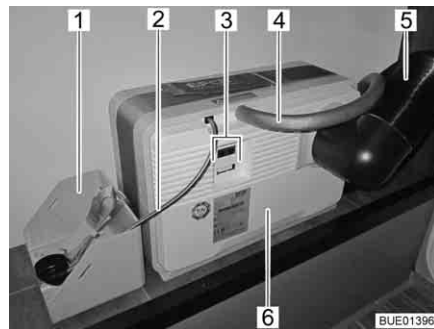
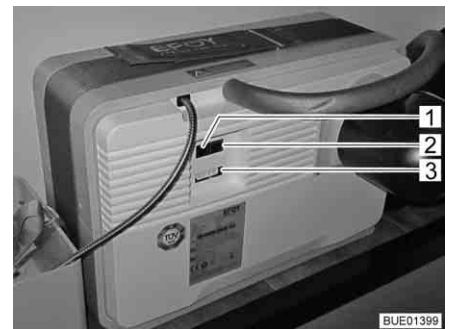

Fig. 160 Pila de combustión con cartucho de metanol
Fig. 161 Campo de conexiones de la pila de combustión
La pila de combustión se compone de varios componentes que están instalados en el compartimento de almacenamiento trasero (Fig. 160), así como de una unidad de mando (Fig. 162) en el habitáculo.
En la pila de combustión (Fig. 160,6) se encuentran:
- la conexión para la manguera de aire de escape (Fig. 160,4) o la abertura de llenado para el Service Fluid (fluido de servicio)
- el tubo de calor de escape (Fig. 160,5)
- las conexiones eléctricas (Fig. 160,3) con interfaz de datos (Fig. 161,2), conexión del aparato (Fig. 161,3) y conexión para el panel de mando (Fig. 161,1)
A la pila de combustión pertenece un cartucho de metanol que está conectado a la pila de combustión (Fig. 160,6) a través de la conexión para el reabastecimiento (Fig. 160,2).
El cartucho de metanol está amarrado en el portador de cartucho de metanol (Fig. 160,1).